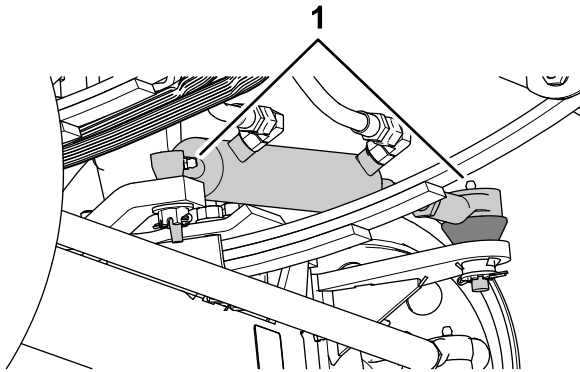
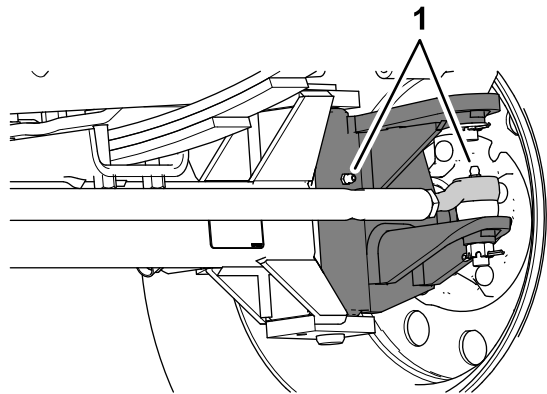

Figure 103
Figure 104
1. Limpie los engrasadores (Figure 103 y Figure 104).
2. Bombee grasa en los engrasadores (Figure 103 y Figure 104).
**Remarque:** La ubicación de los engrasadores se indica en Figure 103.